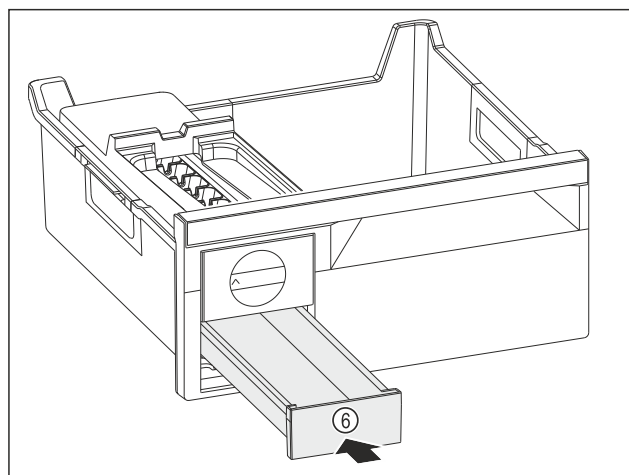

Fig. 111
- ▶ Zásuvku na kostky ledu Fig. 111 (6) zasuňte.